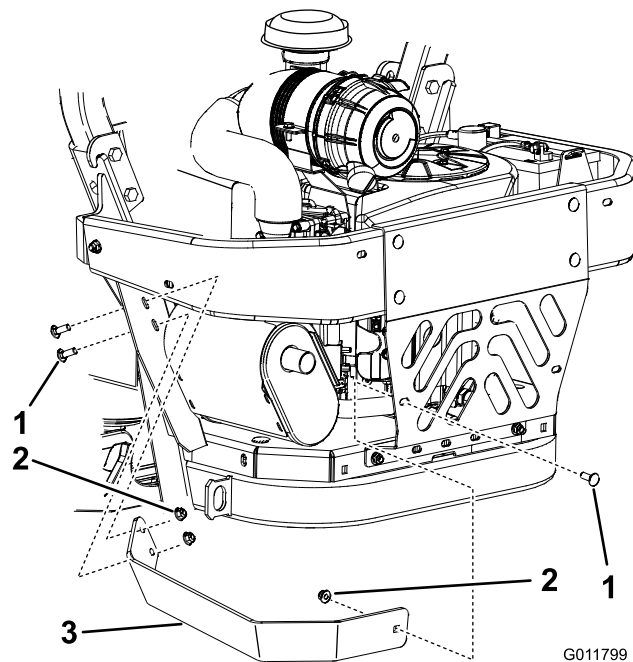

図9
2. 先ほど取り外した金具類を使って、新しいマフラを取り付ける 図9。